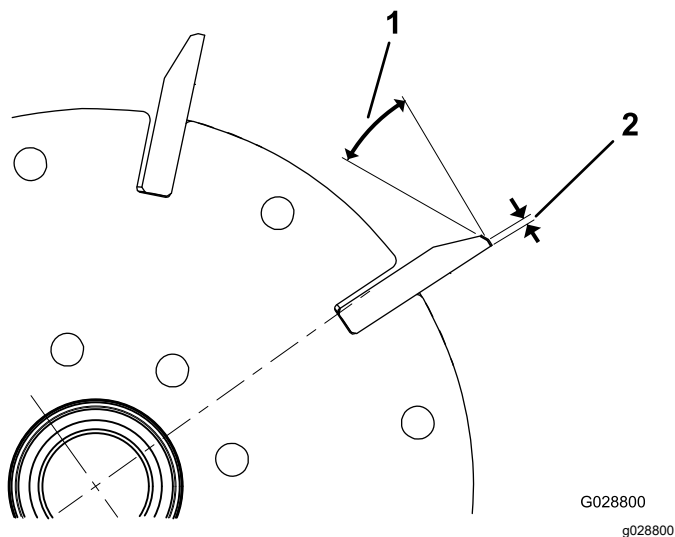

Рисунок 28
1. Выполните 30-градусное затыловочное шлифование всех ножей барабана так, чтобы ширина витка составляла 0,8 мм (Рисунок 28).